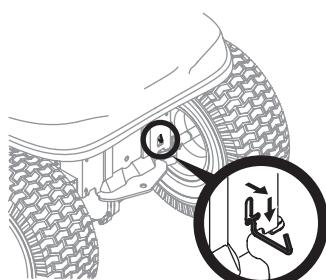

Figure 2
- Placez le siège (b) à la position désirée et fixez-le avec le bouton de réglage ou le boulon de 9/16 po (a) retiré antérieurement. Voir Figure 2.